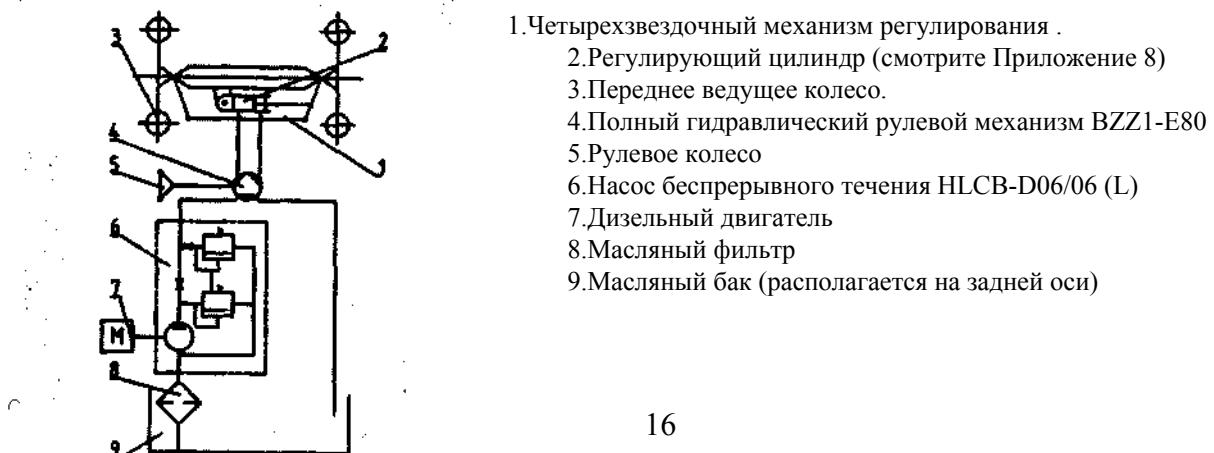

Рис.10.Принципиальная схема гидравлических рулевых механизмов.
- Принцип действия и функционирования полного гидравлического рулевого механизма (смотрите Рис. 10)
Принцип работы гидравлических рулевых механизмов показан на рис.10. Картер ведущего моста задней оси (9) также может быть использован как масляный бак рулевых механизмов. Под низким давлением масло вытекает в насос беспрерывного течения HLCB-D06/06 (L) (6) в дизельный двигатель (7) через отверстие трубы насоса. Масло под устойчиво высоким давлением попадает в гидравлическое управление рулевого механизма модели BZZ1-E80 (4) и приводит в действие управляющий цилиндр (2) для приведение в действие рулевого механизма, а избыток масла возвращается к насосу через возвратную масляную трубу. Насос постоянного действия приспособлен для поддержки стабильной доставки масла, чтобы гарантировать устойчивую работу гидравлического рулевого механизма. Во время работы двигателя, гидравлический рулевой механизм трактора мог бы работать только при повороте руля, и гидравлический подъемник не должно сбивать настройку управления.